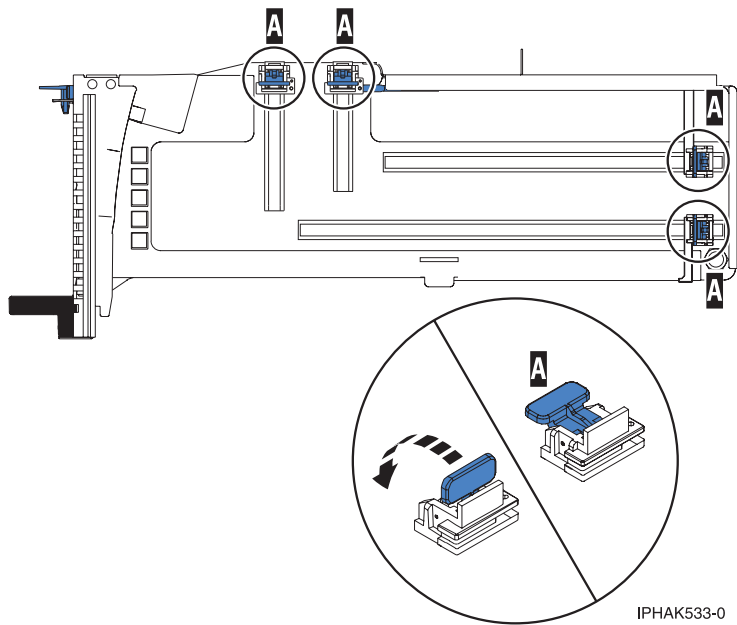

Abbildung 100. Adapterhalterungen in einer Kassette
- a. Stellen Sie sicher, dass alle Adapterhalterungen nach außen zu den Kanten der Kassette gedrückt wurden, damit der Adapter installiert werden kann. Siehe Abb. 100 auf Seite 99.